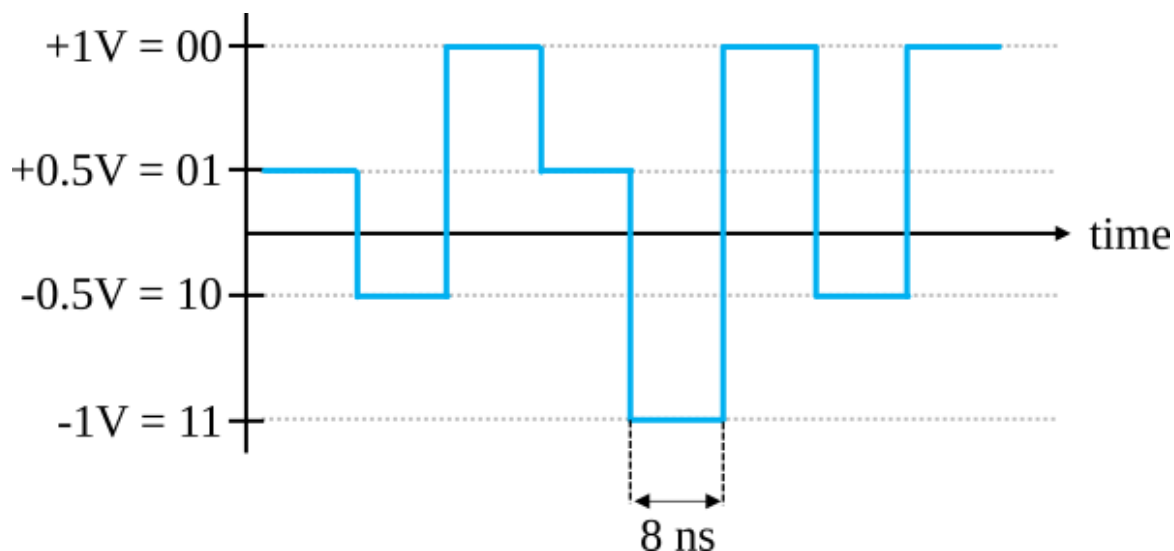

图 5.18: 以太网中的信号
以太网传输的信号如图 5.18 。
1. 在图 5.18 中, 每秒钟能够传输多少个 bit 呢? (bits per second, bps)